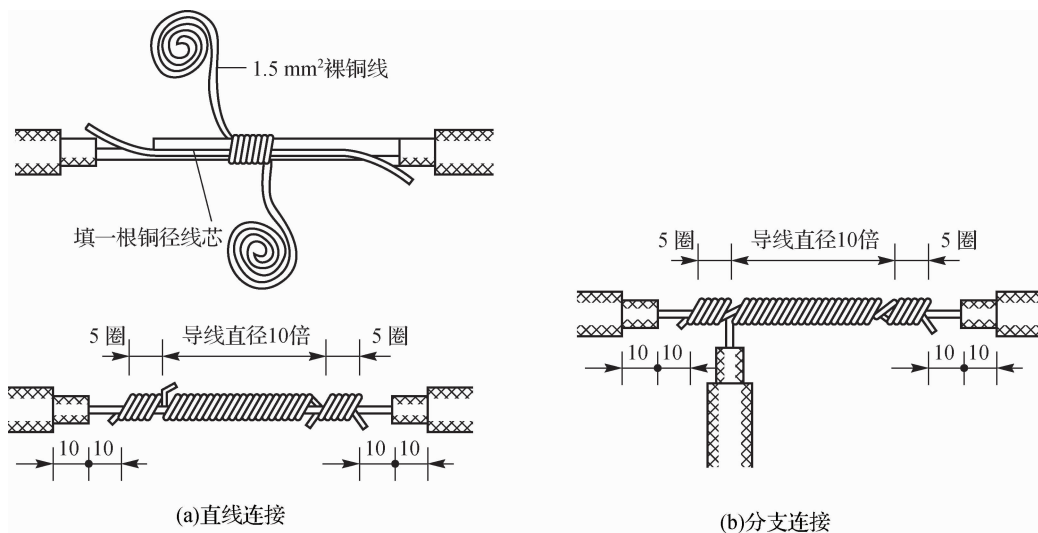

图 3-35 单股导线的绑线法
(2) 绑线法。图 3-35(a)所示为单股导线的直线连接,先将两线端头用钳子弯起一些,然后并在一起,填一根 1.5 mm^2 铜线作为辅助线,然后再用一根 1.5 mm^2 铜线作为绑线,从中央开始缠绕,缠绕长度为导线直径的 10 倍,两头再以钢线钳缠绕 5 圈,余下线头与辅助线绞合,剪去多余部分,较细导线可不用辅助线。如图 3-35(b)所示作分支连接时,先将分支线用直角弯曲,并在其端部稍作弯曲,并合两线,再以同样方法缠绕。